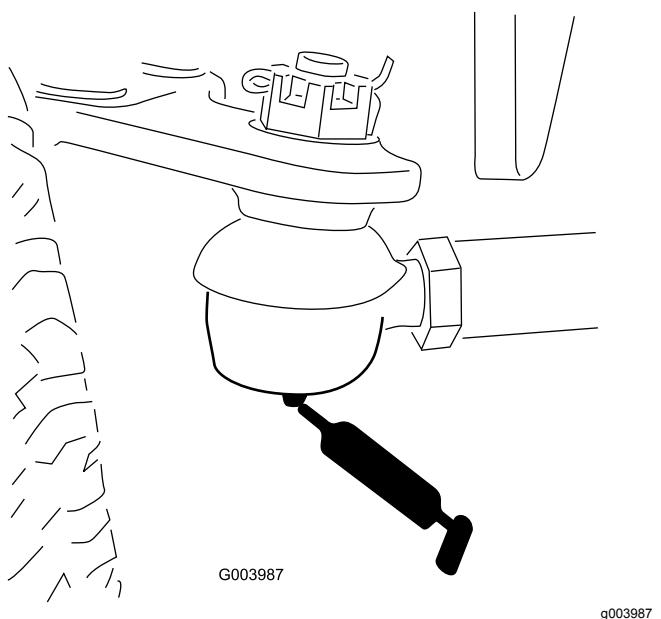

Figure 65
- Biellette d'essieu arrière (2) (Figure 65).